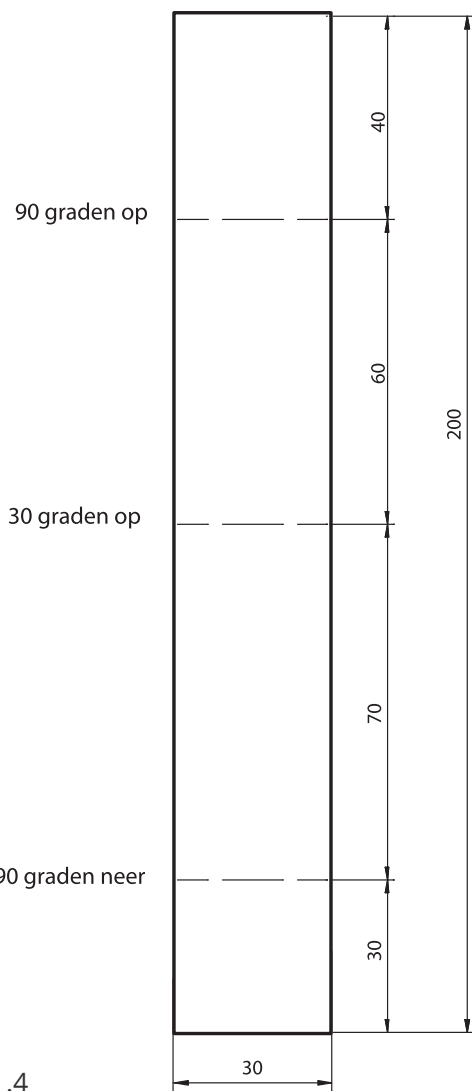

Fig. 1.4
- Kies bij zetten voor kettingmaten van buiglijn tot buiglijn. (Fig. 1.4)